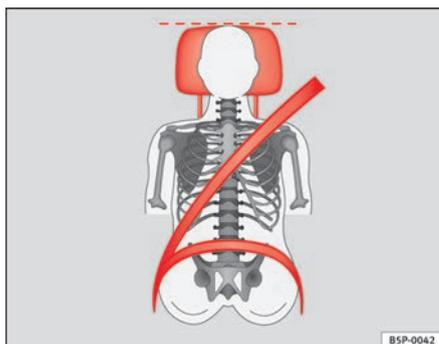
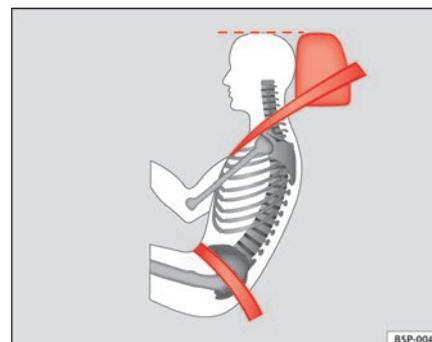

Fig. 91 Vue de face : appuie-tête convenablement réglé et ceinture correctement ajustée
Fig. 92 Vue de côté : appuie-tête convenablement réglé et ceinture correctement ajustée
- Ajustez l'appuie-tête de sorte que le bord supérieur de celui-ci soit à la même hauteur que la partie supérieure de la tête, et au minimum à la hauteur des yeux ⇒ fig. 91 et ⇒ fig. 92.